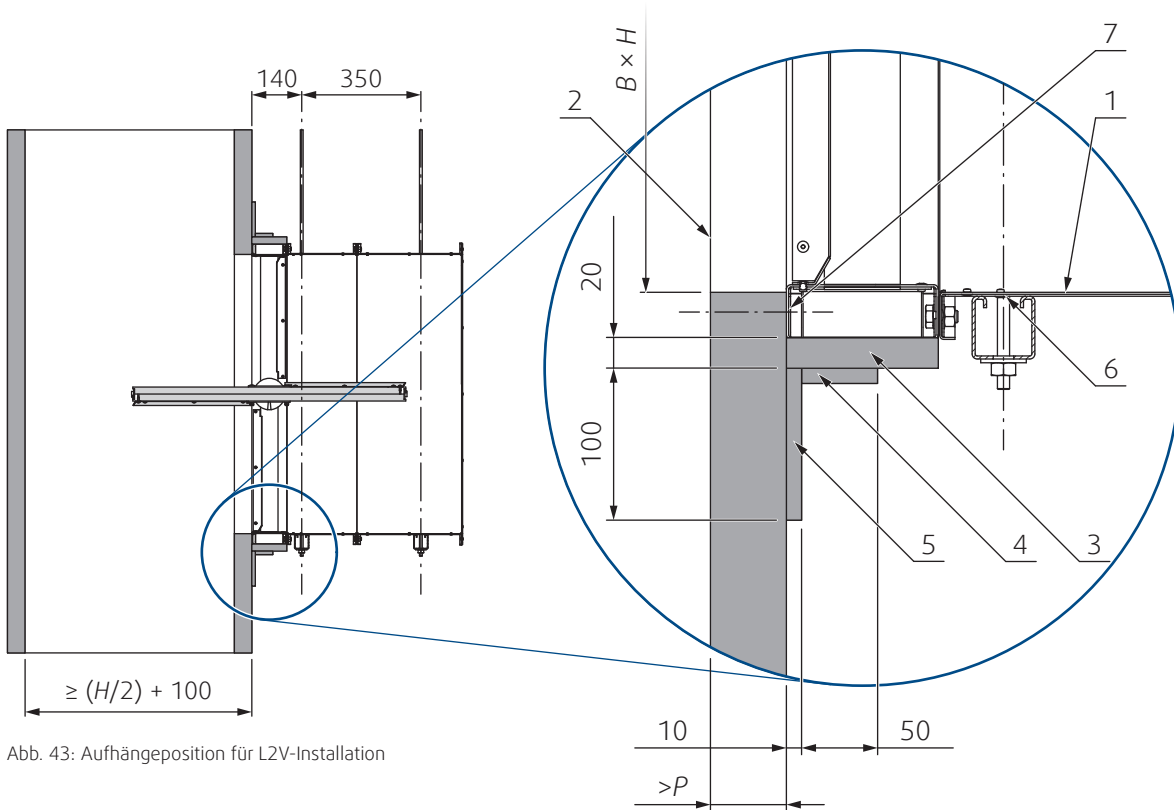

Abb. 43: Aufhängeposition für L2V-Installation
1. Kanalanschluss oder -öffnung gemäß Abb. 43 vorbereiten, die Anschlussfläche reinigen.
2. Auf die Anschlussflächen eine Brandschutzschicht (8) auftragen, wie in Abb. 43 im Detail dargestellt.
4. Aus den Promat-Platten (4 und 5) einen überlappenden Kragen bilden, wie in Abb. 43 dargestellt.
5. Befestigen Sie den Überlappungskragen mit den Schrauben (5) an der Entrauchungsklappe.